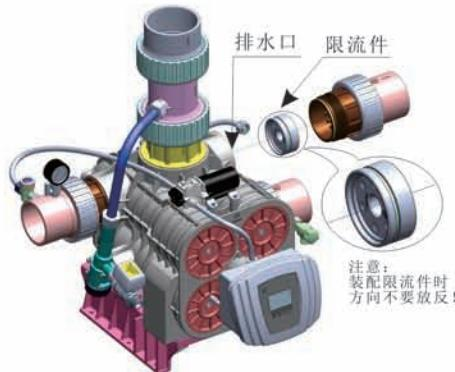

图1-4
- c、如图1-4所示用扳手旋开排水接口，取出其中的限流件，更换符合要求的限流件（按P23表中钻孔）。